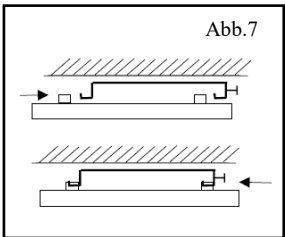

Abb.7
- Die Platte in den Montagerahmen einstecken **und mit beige-függer Schraube sichern (Abb. 7)!**